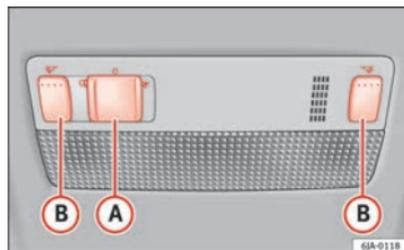

Fig. 59 Iluminación del interior – variante 1
- Mueva el conmutador  ⇒ fig. 59 hacia el lado de la lámpara, aparece el símbolo .
- Mueva el conmutador  ⇒ fig. 59 a la posición central **O**.
- Mueva el conmutador  ⇒ fig. 59 hacia el centro de la lámpara, aparece el símbolo .
- Las luces de lectura se encienden y apagan pulsando la tecla  ⇒ fig. 59.
Al estar activado el mando de la iluminación desde la puerta (conmutador  ⇒ fig. 59 en posición ) , la luz se enciende si: